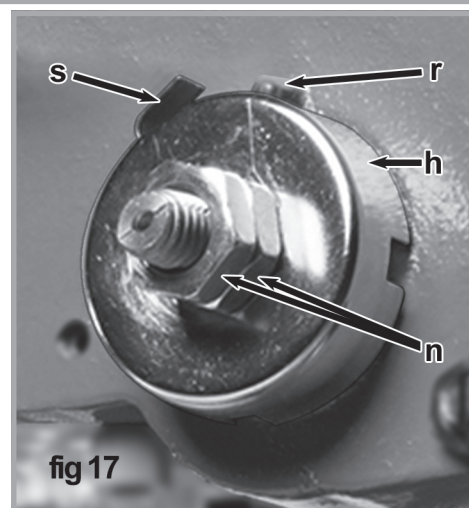

fig 17
4. Desserrez les deux écrous (n. fig 17) d'environ 1/4 po (6 mm). Ne retirez pas les écrous de la tige filetée.
5. Tout en tenant fermement le boîtier du ressort (h, fig 17), retirez-la doucement jusqu'à ce qu'il se dégage de l'encoche surélevée (r, fig 17).